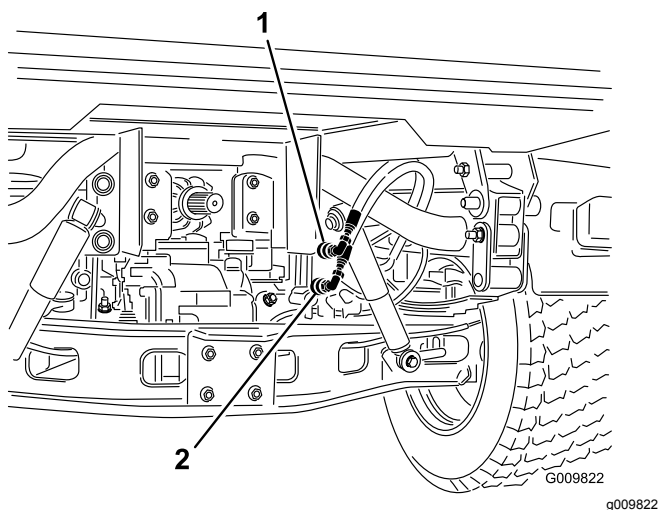

Figura 16
2. En vehículos con número de serie de 240000001 y superiores, desconecte los manguitos de los dos cilindros de elevación de los manguitos que están sujetos al soporte de los acoplamientos (Figura 16). Coloque los tapones en los acoplamientos rápidos de los manguitos de los cilindros.